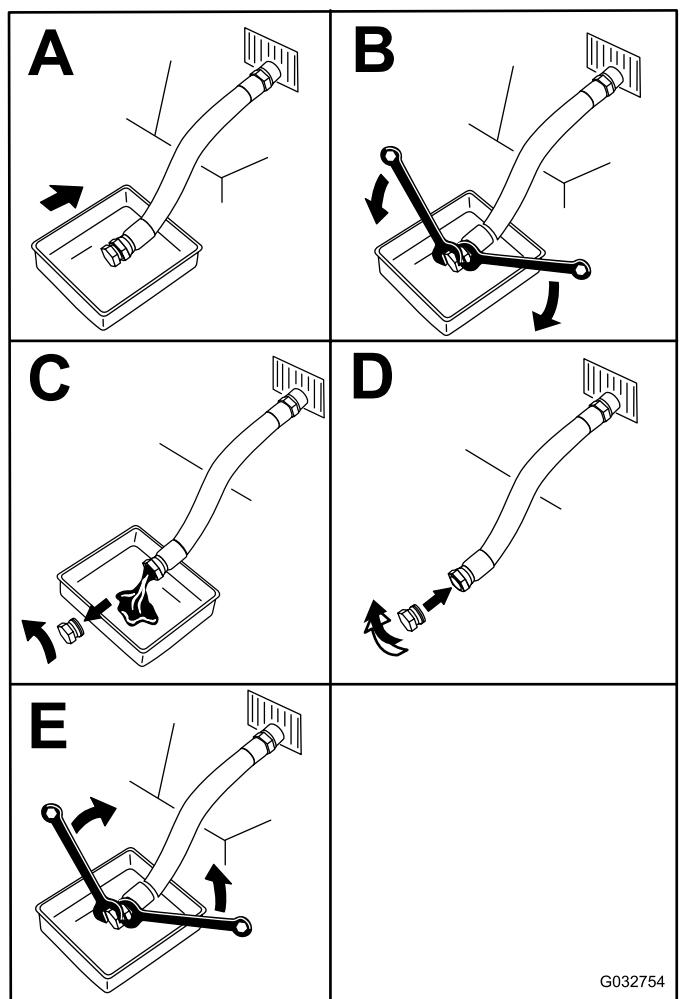

Figure 35
5. Vidangez l'huile (Figure 35).